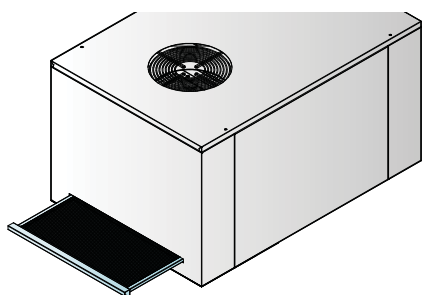

рис. 16
- Если машина имеет Рекуперация тепла с помощью теплового насоса, очистите съемный фильтр (см. рис. 16).